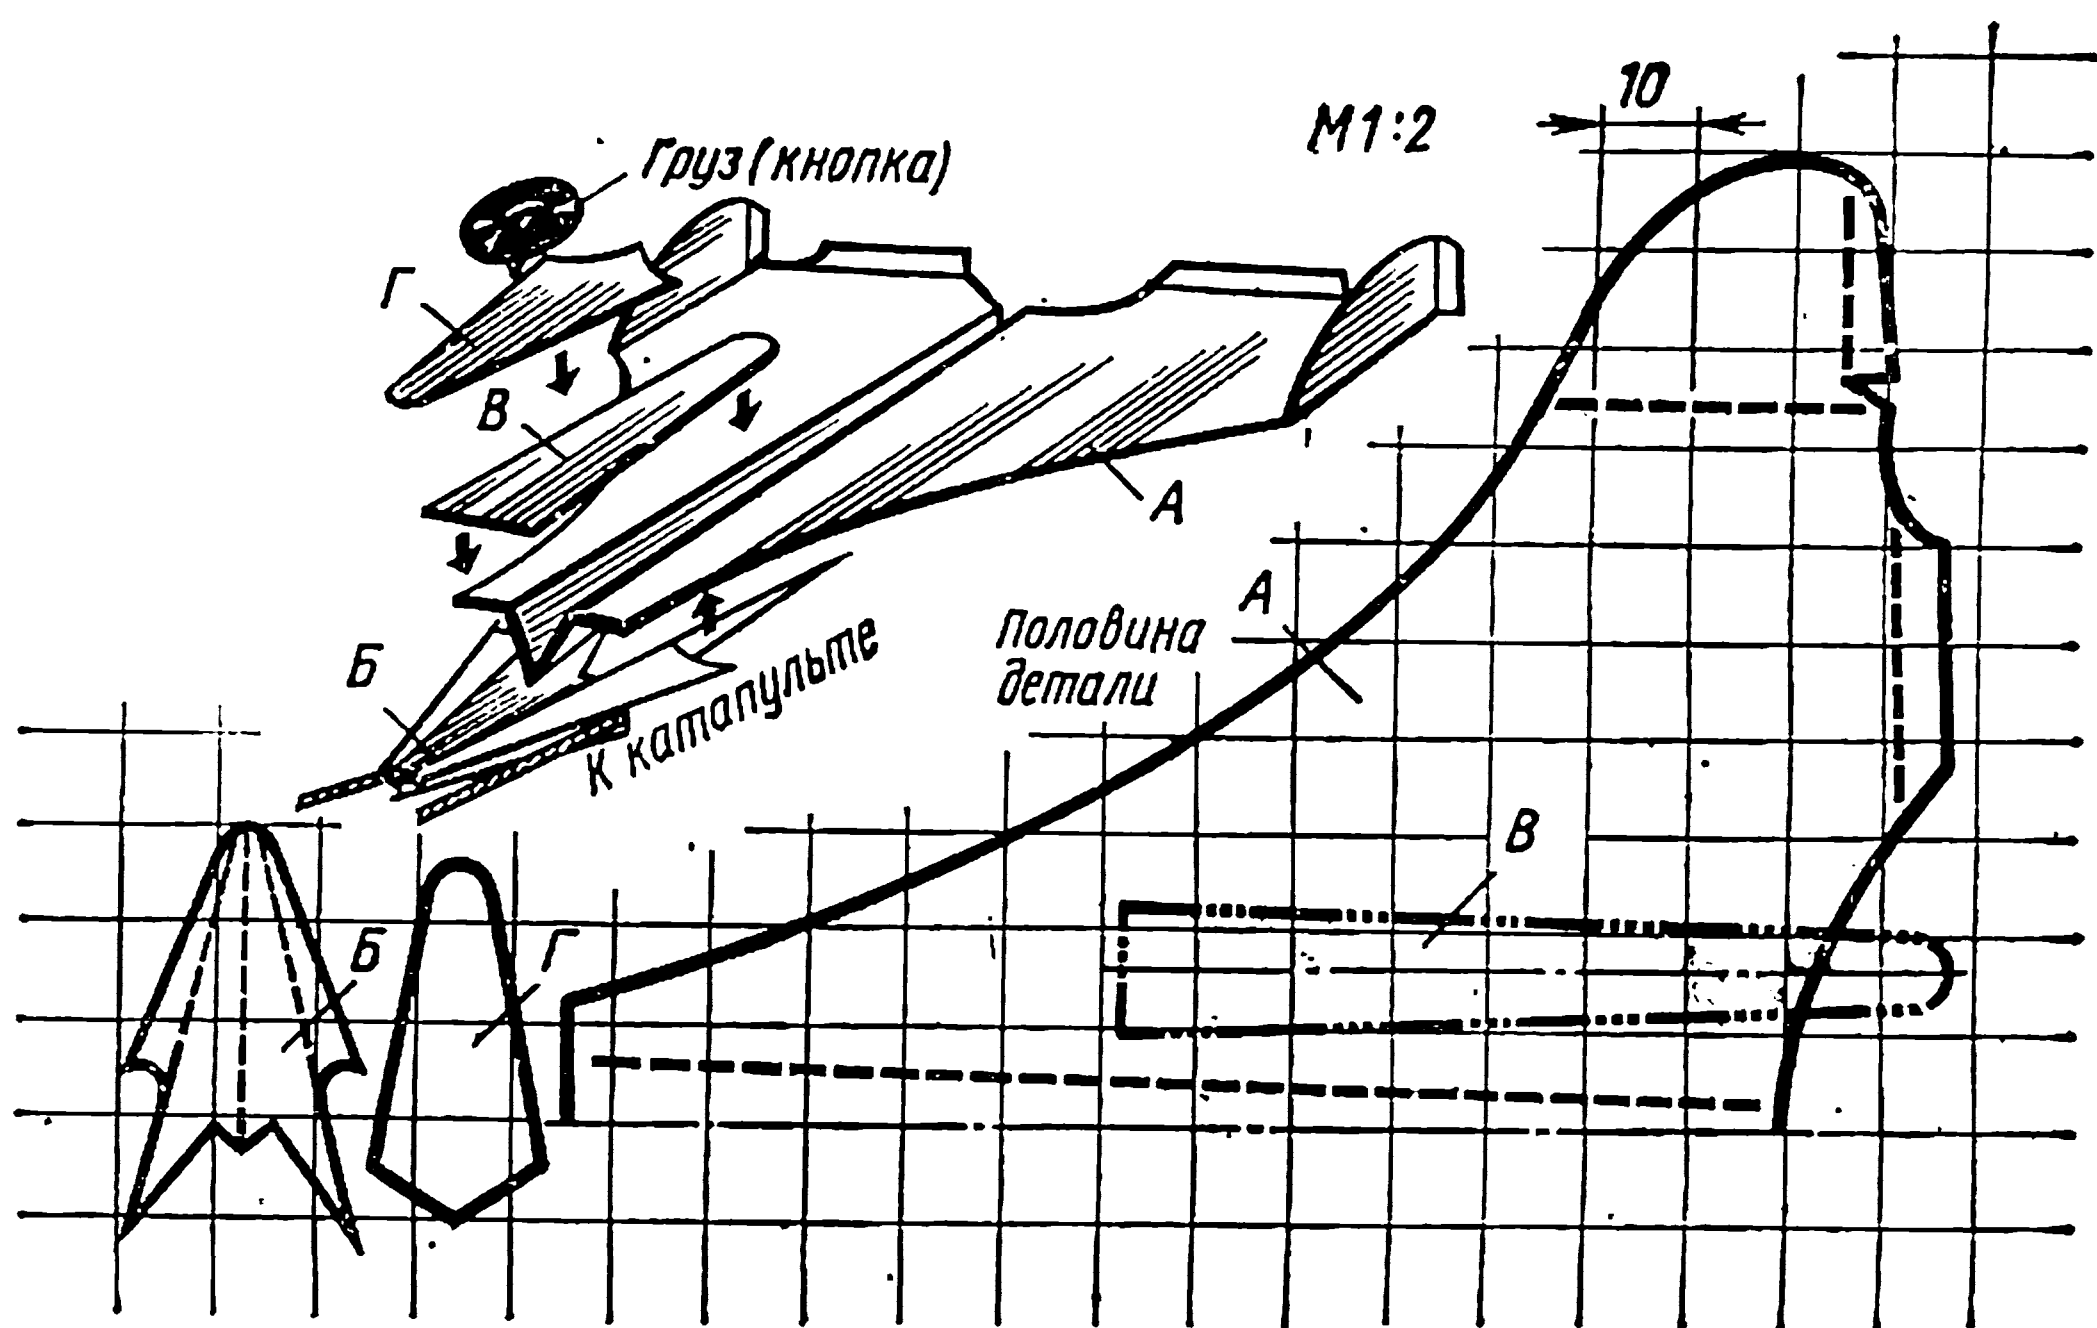

Рис. 49.
**Планер** (см. рис. 49). Выпущенный из катапульты, он стрелой взлетает ввысь, потом переходит на планирующий полет, долго кружит над взлетной площадкой и, постепенно снижаясь, мягко приземляется.